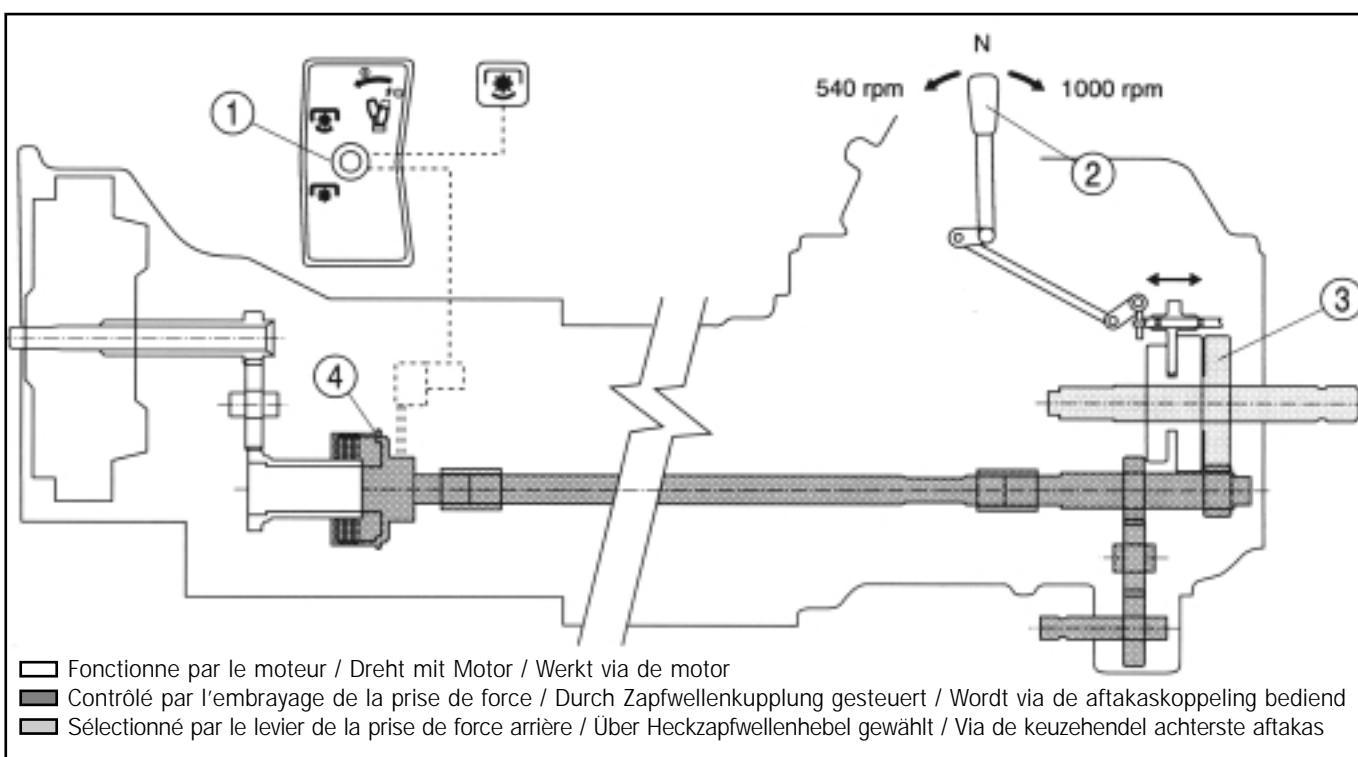

FIG. 51 / ABB. 51 / FIG. 51
Pour sélectionner la prise de force arrière, assurez-vous que le contacteur est sur la position ARR et placez ensuite le levier (2) dans la Fig. 51 sur la position "540" pour actionner les engrenages (3) à l'intérieur du carter.
Pour actionner la prise de force - Placez le contacteur (1) dans la Fig. 51 vers l'avant pour actionner l'embrayage hydraulique (4). Le témoin sur le tableau va s'allumer pour montrer que la prise de force est embrayée.
Pour désactiver la prise de force - Placez le contacteur (1) dans la Fig. 51 vers l'arrière pour désactiver l'embrayage hydraulique (4).
Quand l'utilisation de la prise de force arrière n'est plus nécessaire, actionnez la pédale d'embrayage et placer le levier (2) dans la Fig. 51 au point mort.
NOTE: La prise de force au milieu sera activée dès que le contacteur (1) dans la Fig. 51 est activé. La prise de force peut être embrayée/débrayée avec le contacteur (1) indépendamment de l'embrayage principal. TOUJOURS réduire le régime du moteur avant de débrayer/ embrayer la prise de force.
TOUJOURS couper le contacteur de la prise de force, avant d'actionner le levier (2) illustré dans la Fig. 51 de la prise de force arrière.
Einkuppeln des Zapfwellenantriebs -Den Zapfwellenschalter (1) in Abb. 51 anheben und nach vorn drücken, um die hydraulische Zapfwellenkupplung (4) einzurücken und die Zapfwellen anzutreiben.
Auskuppeln des Zapfwellenantriebs - Den Zapfwellenschalter (1) in Abb. 51 nach hinten drücken, um die hydraulische Zapfwellenkupplung (4) auszurücken.
Falls die Heckzapfwelle nicht weiter benötigt wird, das Kupplungspedal drücken und den in Abb. 51 gezeigten Zapfwellenhebel (2) in die Neutralstellung bringen.
HINWEIS: *Die mittlere Zapfrolle (falls eingebaut) beginnt zu drehen, sobald der Zapfwellenschalter (1) in Abb. 51 in die Einschaltstellung gebracht wird. Der Zapfwellenantrieb kann durch diesen Schalter (1) unabhängig vom Hauptkupplungspedal ein- und ausgerückt werden. Vor dem Ein-/Ausrücken der Zapfwellenkupplung STETS die Motordrehzahl reduzieren.*
Hoe schakelt u de aftakas in? -Trek de PTO-schakelaar (1) in Fig.51 op en duw hem naar voren om de hydraulische koppeling (4) in werking te stellen en de aandrijving te voltooien. Het verklekkerlichtje in de strook met verklekerlichtjes knippert om aan te duiden dat de PTO-koppeling in werking is.
Hoe schakelt u de aftakas uit? - Trek de PTO-schakelaar (1) in Fig.51 naar achteren om de hydraulische koppeling (4) te ontkoppelen.
Wanneer verder gebruik van de achteraftakas niet vereist is, druk dan de koppelingspedaal in en breng de hendel voor de achteraftakas (2) in Fig.51 terug naar de neutrale stand.
OPMERKING: *Als hij gemonteerd is, treedt de middenaftakas in werking wanneer u de PTO-schakelaar (1) in Fig.51 aanzet. U kunt de aftakas door de schakelaar (1) onafhankelijk van de koppeling in- of uitschakelen. Verminder ALTIJD het toerental alvorens u de aftakas inschakelt (schakelaar aan) of uitschakelt (schakelaar uit).*
Zet de PTO-schakelaar **ALTIJD** in de OFF-stand alvorens u de hendel voor de achteraftakas (2) in Fig.51 overhaalt.